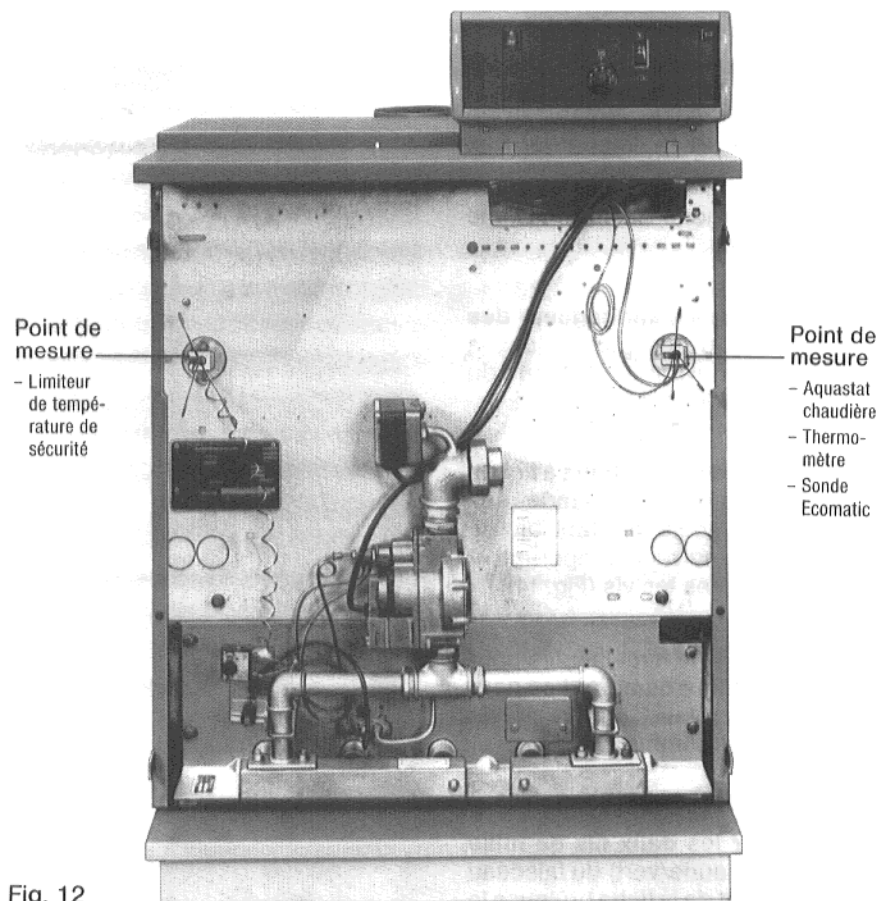

Fig. 12
2. Dérouler les **capillaires** des sondes de température jusqu'à ce que ceux-ci atteignent les points de mesure (Fig. 12).
3. Introduire les sondes de température dans le doigt de gant (point de mesure) jusqu'en butée (Fig. 12).